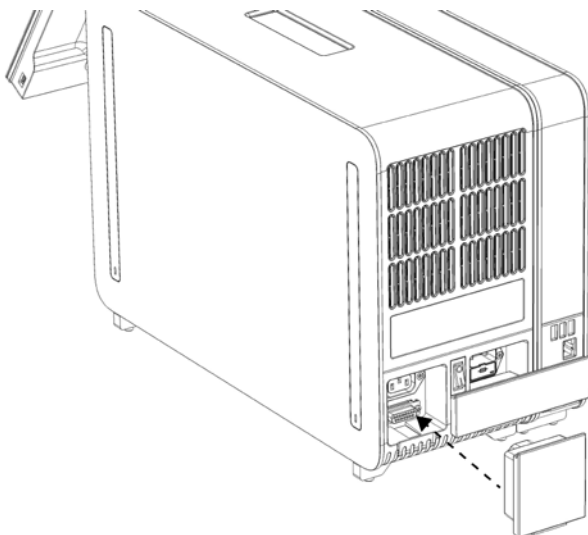

Рис. 9. Приєднання заглушки.
6. Приєднайте заглушку на задній панелі аналітичного модуля (рис. 9).